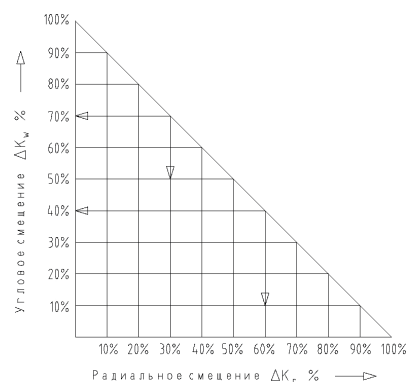

Рис. 11 Одновременное возникновение смещений
- Примеры одновременного возникновения смещений, указанных на рис. 11.